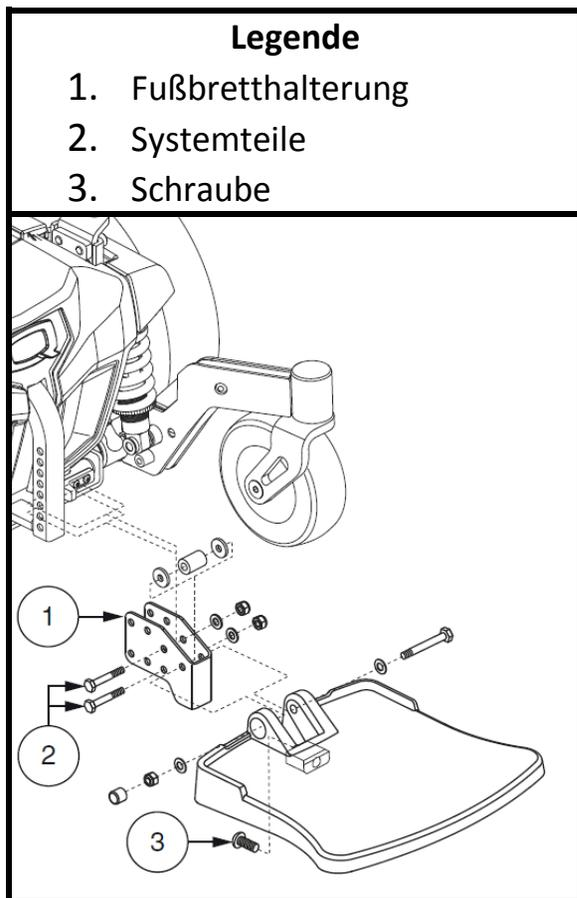

Bild 13. Einstellung des Fußbretts
1. Entfernen Sie die Systemteile von der Halterung des Fußbretts. **Siehe Bild 13.**